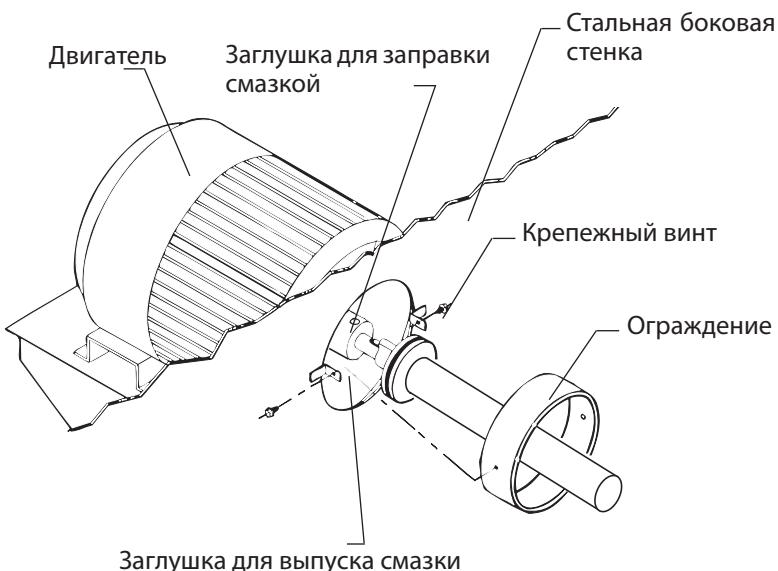

Рис. 8
1. Снимите ограждение, как показано на рис. 8. Доступ к противоположному подшипнику двигателя имеется с наружной стороны охладителя жидкости.